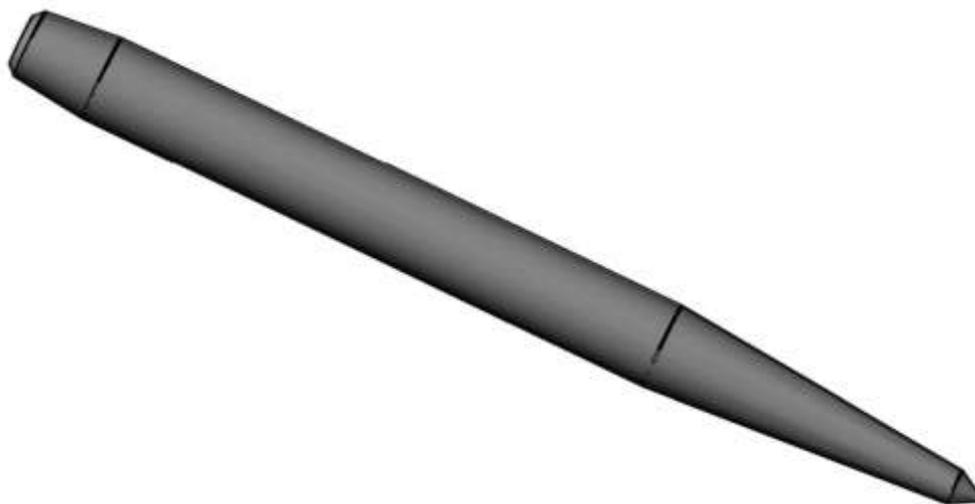
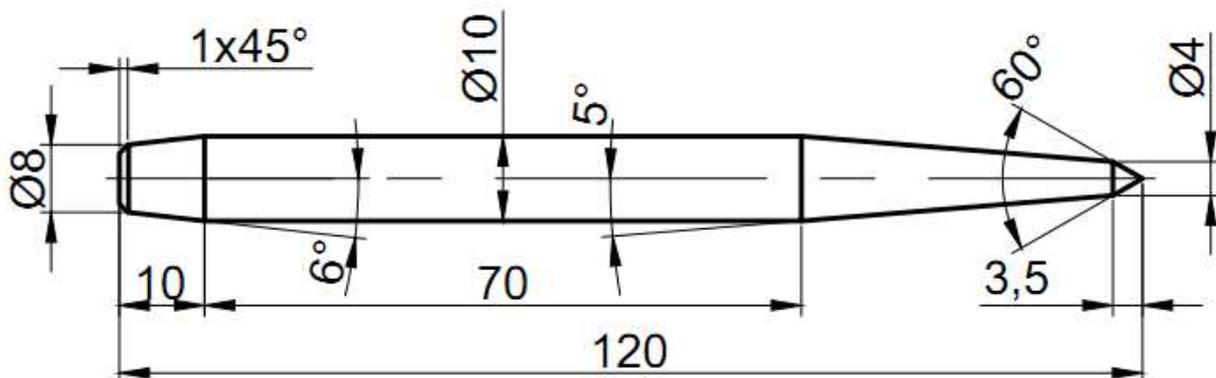

Рис. 1
Рис. 2
1. По данному образцу (Рис. 1) и эскизу (Рис. 2) выточить кернер;